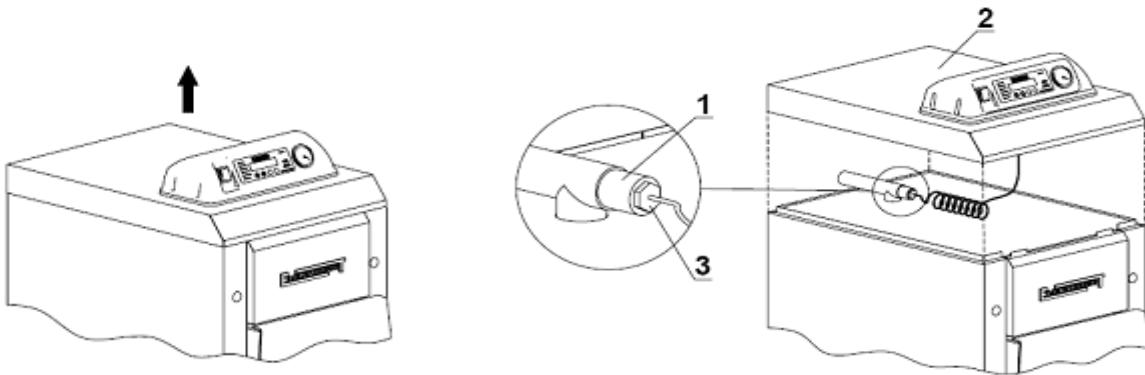

Рис. 9 Демонтаж кришки обудови котла і проводу термоманометра.
- v). Перевірити герметичність поєднання кроцьца з проводом манометра (Рис. 9)